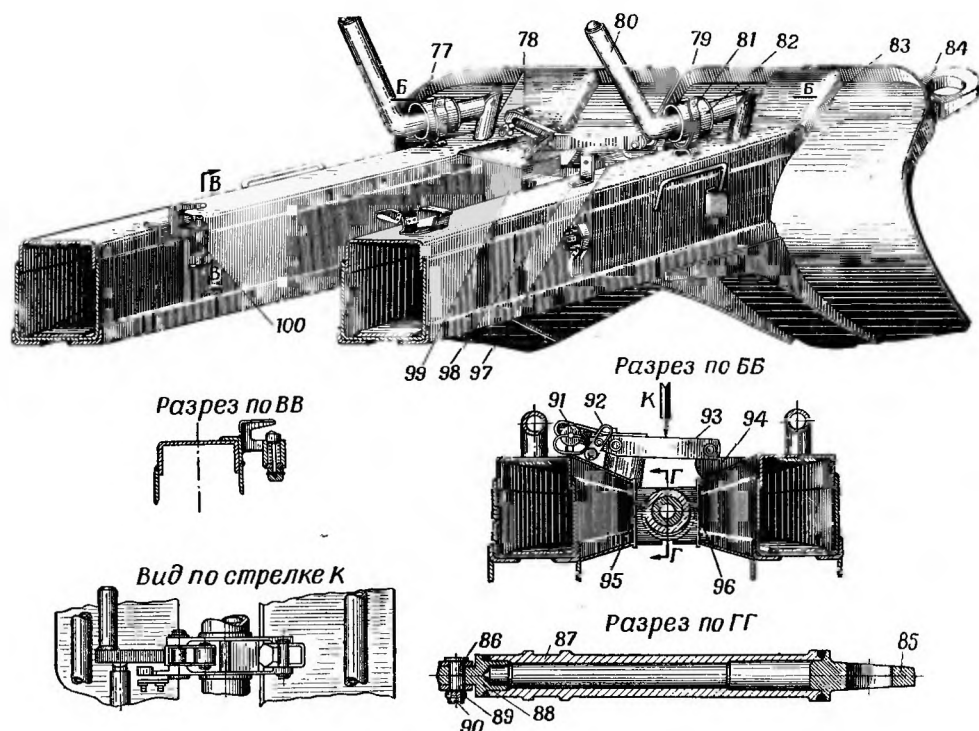

Рис. 52. Станины С619 (хоботовая часть):
С внутренней стороны к корпусам станин приварены кронштейны — правый 99 (рис. 52) и левый 97.
4. Снять шворневую балку (рис. 52), для чего вынуть шплинт, ключом А52830-5 свинтить гайку 89, вынуть ось 86 и снять балку.
4. Поставить шворневую балку и собрать стопор шворневой балки (рис. 52), для чего: